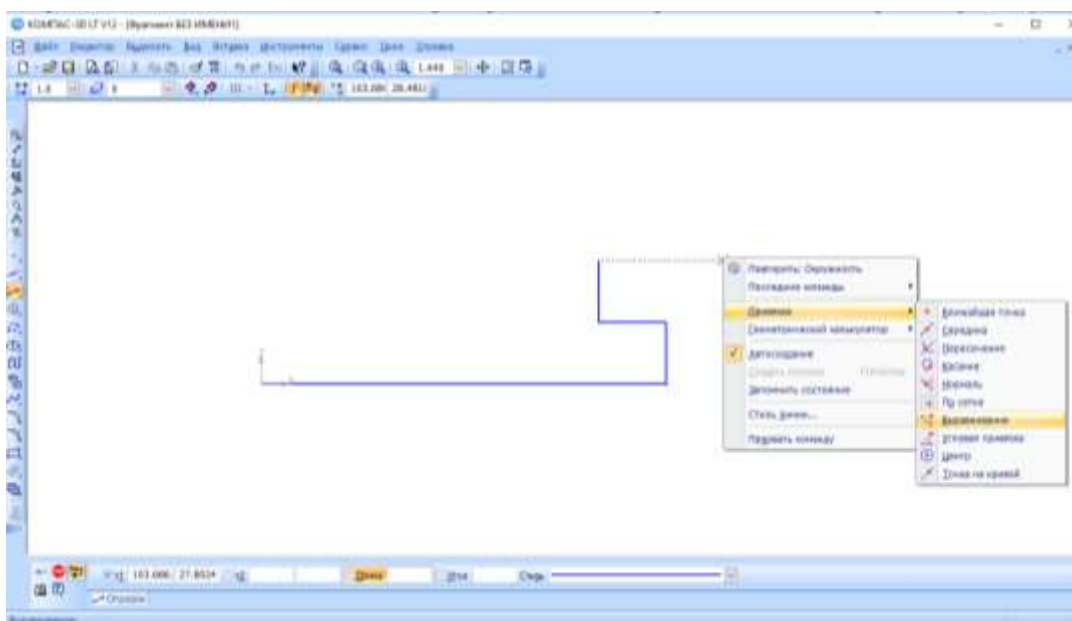

Рис. 3.15
- Для точного построения следующего отрезка щелкните **правой кнопкой мыши (ПКМ)** в любой точке чертежа. В появившемся контекстном меню поставьте курсор на меню **Привязки**, щелчок мыши при этом выполнять не нужно. После этого содержимое меню автоматически раскроется. Выберите из списка привязку **Выравнивание** щелчком **ЛКМ** (рис. 3.15).